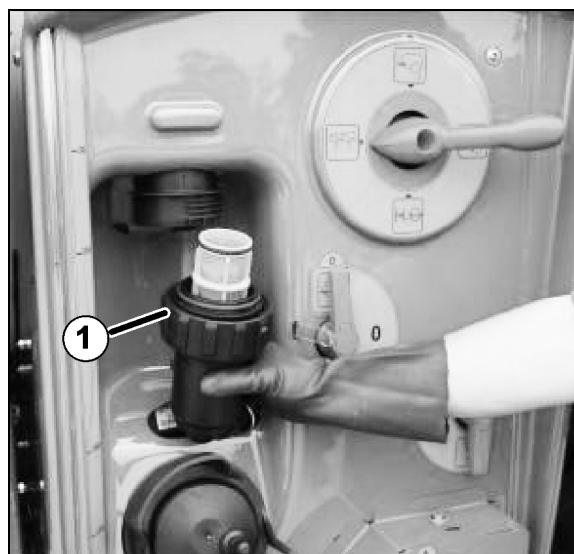

Fig. 126
2. Retirar o filtro de pressão (Fig. 126/1) e limpá-lo com água.